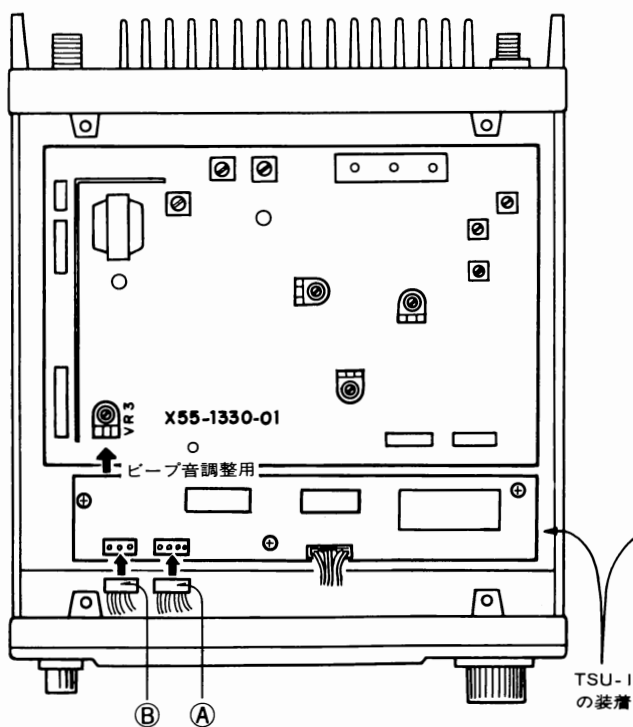

図13 表面基板
- ① VOLコントロールで通常おききになる音量に調節しておきます。
- ② キーボードのキーいづれでも押してみます。好みの音量になるようPC板X55-1330-01の半固定ボリュームVR3を調整します(図13を参照ください)。
- ① TR-7900/TR-7950の上下カバーを外します。
- ② 図13表面基板に示すようにTSU-1を取付けます。
- ③ 図13に示す接続待ちリードプラグ(A)、(B)をTSU-1に図が示すようにそれぞれ差し込んでください。